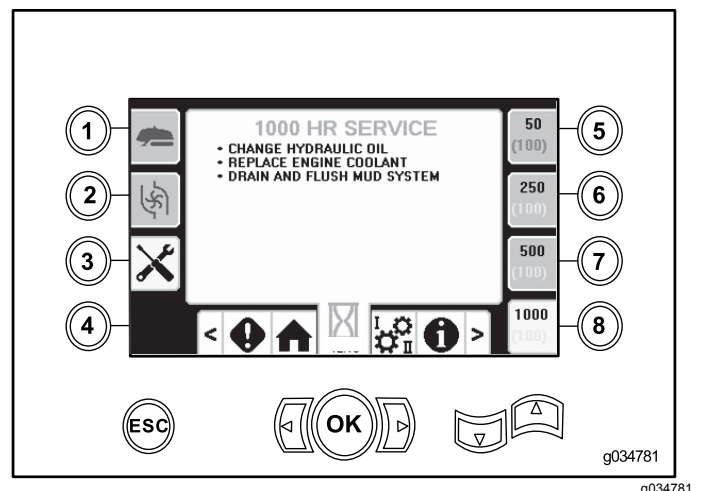

Bild 46
- Taste 8: Wartungsplan mit 1.000 Stunden (Bild 46)